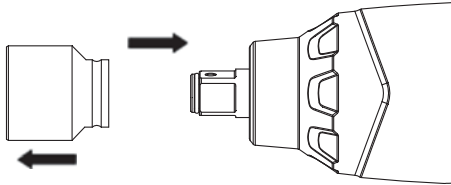

Abb. 3
1. Setzen Sie einen Sockel in den Amboss ein. (siehe Abb. 3)
1. Ziehen Sie den Sockel direkt aus dem Amboss heraus. (siehe Abb. 3)